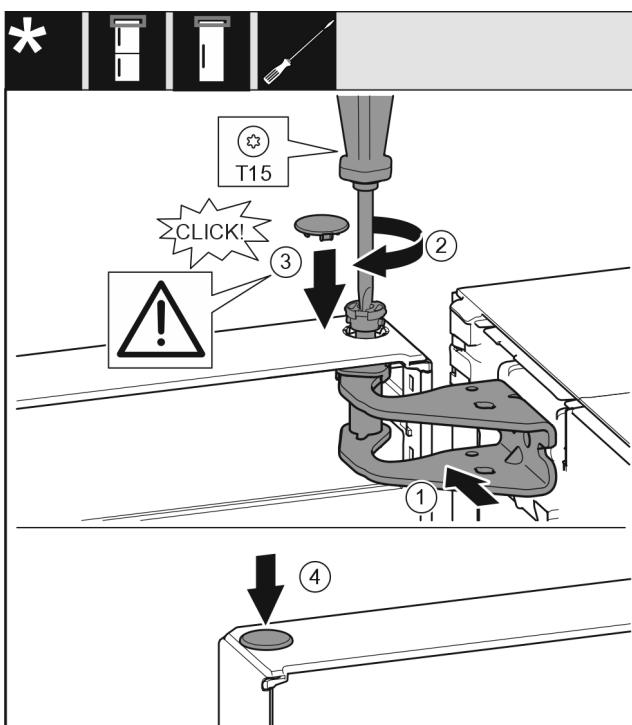

Fig. 26
- Ευθυγραμμίστε την πόρτα επάνω με το άνοιγμα στο στήριγμα. Fig. 26 (1)
- Τοποθετήστε τον πείρο Fig. 26 (2) και σφίξτε με κατσαβίδι.
- Τοποθετήστε το κάλυμμα ασφάλισης Fig. 26 (3) για την ασφάλιση της πόρτας: Τοποθετήστε το κάλυμμα ασφάλισης και ελέγχτε εάν εφαρμόζει στην πόρτα. Διαφορετικά, τοποθετήστε ολόκληρο τον πείρο.
- Τοποθετήστε την τάπα Fig. 26 (4).